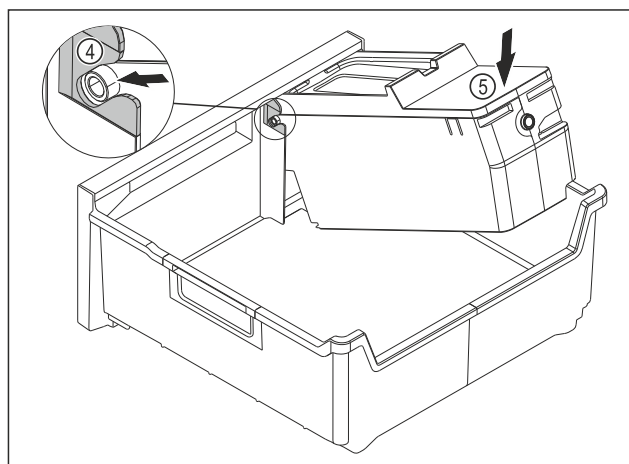

Fig. 158
- ▶ Monter le corps de l'EasyTwist-Ice : Insérer les axes du corps de l'EasyTwist-Ice dans les guides Fig. 158 (4).
- ▶ Appuyer l'arrière du corps de l'EasyTwist-Ice Fig. 158 (5) vers le bas.